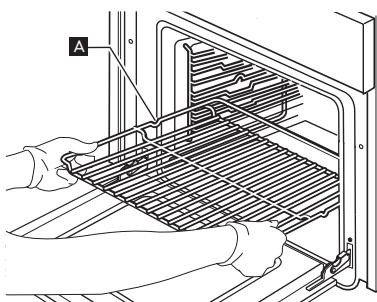

Abb. 1
1. Schieben Sie den Rost mit dem erhöhten Teil „A“ nach oben zeigend waagerecht ein (Abb. 1).